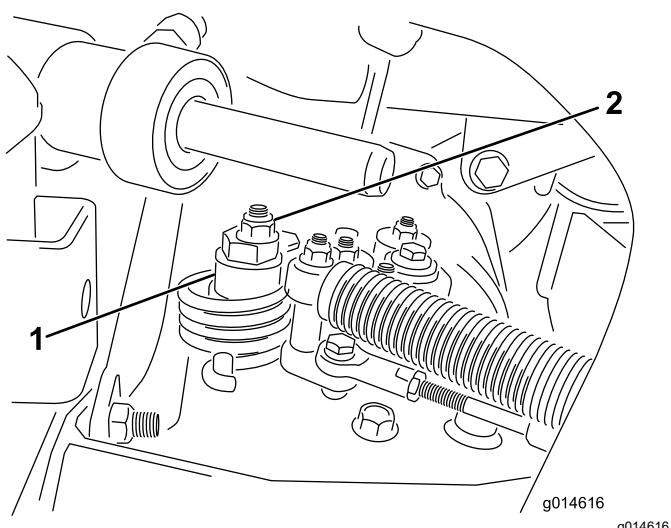

Figura 44
A. Allentate il dado che fissa l'eccentrico alla parte superiore dell'igrostat (Figura 44).
C. Fate girare l'eccentrico finché non riscontrate movimenti in alcuna direzione. Quando la ruota cessa di girare, serrate il dado di bloccaggio dell'eccentrico per mantenere la messa a punto (Figura 44). Verificate la regolazione portando l'acceleratore in posizione di MINIMA e MASSIMA.